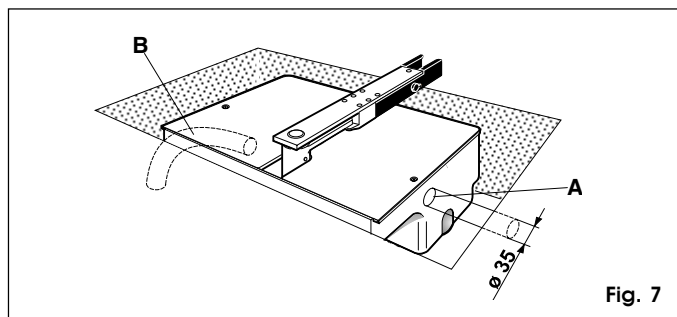

Fig. 7
3) Mettere in opera un tubo in PVC di diametro 35 mm per il passaggio di un cavo elettrico a 4 poli, fino ad arrivare all'apparecchiatura elettronica di comando (fig. 7 rif. A). E' consigliabile, inoltre, prevedere un tubo di drenaggio per l'acqua piovana fino ad arrivare al più vicino canale di recupero acque (fig. 7 rif. B).